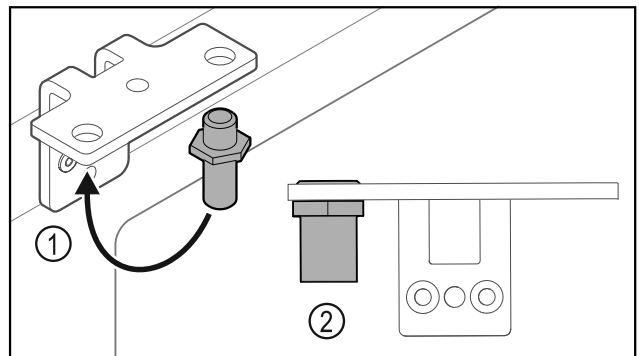

Fig. 38
- Bolzen Fig. 38 (1) im Scharnierwinkel umsetzen.
- Bolzen Fig. 38 (2) mit **Drehmoment von 12 Nm (9 ft-lb)** anziehen.